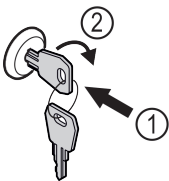

Fig. 171 Beispielhafte Darstellung
- ▶ Schlüssel hineindrücken Fig. 171 (1).
- ▶ Schlüssel um 90° im Uhrzeigersinn drehen Fig. 171 (2).